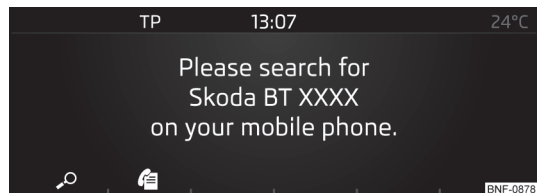

Fig. 106
- Tryk på knappen **PHONE** → 🔍, hvis der **ikke** er forbundet en telefon med systemet » Fig. 106.
- Tryk på knappen **PHONE** → 📞, hvis der **ikke** er forbundet en telefon med systemet » Fig. 106.